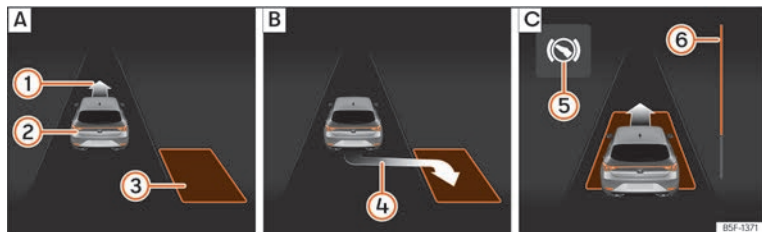
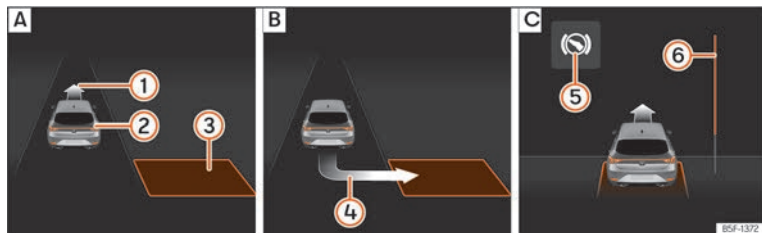

Fig. 200 Sur l'écran du combiné d'instruments : stationner en créneau. [A] Chercher une place de stationnement. [B] Position de stationnement. [C] Manœuvrer.
Fig. 201 Sur l'écran du combiné d'instruments : stationner en bataille. [A] Chercher une place de stationnement. [B] Position de stationnement. [C] Manœuvrer.
- Regardez sur l'affichage de l'écran du combiné d'instruments si la place « appropriée » a été détectée et si la position correcte pour stationner »» fig. 200 [B] ou »» fig. 201 [B] a été atteinte. La place sera considérée com-
• Reculez jusqu'à ce que retentisse le signal continu du ParkPilot ; **OU** : reculez jusqu'à ce que l'indication de passer en marche avant » » fig. 200 [C] ou » » fig. 201 [C] apparaisse à l'écran du combiné d'instruments ; **OU** : reculez jusqu'à ce que le message **Park Assist terminé** apparaisse à l'écran du combiné d'instruments. La barre de progression ⑥ indique la distance à parcourir » » page 313.
• Appuyez sur la pédale de frein jusqu'à ce que le système de stationnement assisté ait fini de réaliser les braquages du volant ; **OU** : jusqu'à ce que le symbole ⑤ s'éteigne sur l'écran du combiné d'instruments.
che arrière jusqu'à ce qu'il soit centré sur la place » » fig. 200 [C] ou » » fig. 201 [C].
» » fig. 200 ⑥ et » » fig. 201 ⑥ affiche symboliquement la distance relative qu'il reste à parcourir à l'écran du combiné d'instruments. Plus la distance est grande, plus la barre de progression est remplie. En circulant en marche avant, le contenu de la barre de progression diminue vers le haut, et en circulant en marche arrière, il diminue vers le bas.